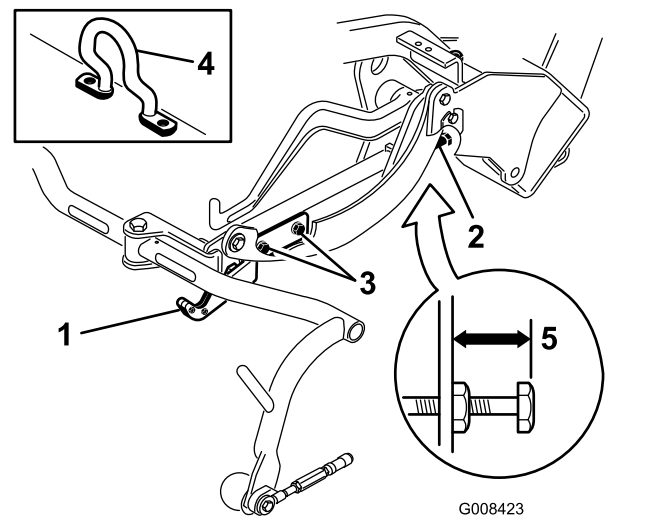
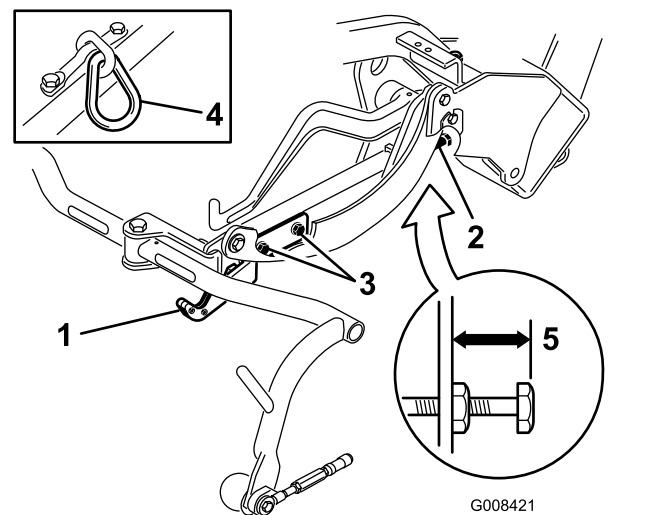
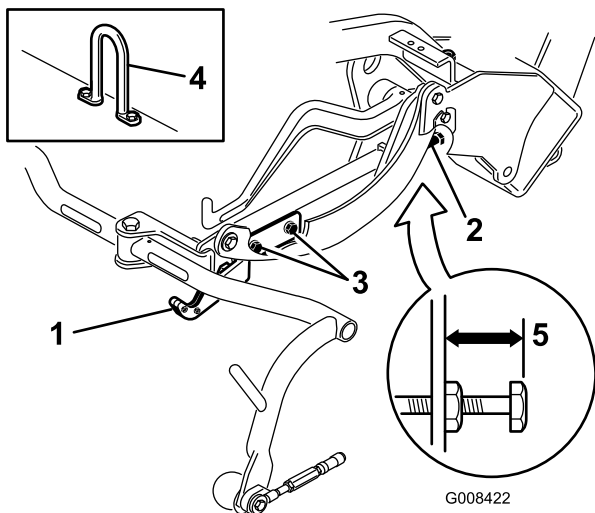

Bild 13
Bild 14
Bild 15
3. An Schneideeinheiten, die ein Kettenglied oder einen geraden Hubhaken haben (Bild 14 und Bild 15, Einsätze) müssen Sie darauf achten, dass der Abstand von der Oberkante der Einstellschraube am Trägerrahmen bis zur Rückseite des Trägerrahmens 22 mm beträgt. Sollte der Abstand nicht 22 mm sein, gehen Sie auf Schritt 4. Wenn die Schneideinheit mit einem Versatzhublenker (Bild 13) ausgestattet ist, gehen Sie auf den nächsten Schritt.
Prüfen Sie die Transporthöhe (Bild 14 und Bild 15) und stellen Sie diese ggf. ein.
2. An Schneideeinheiten, die einen Versatzhubhaken haben (Bild 13, Einsatz) müssen Sie darauf achten, dass der Abstand von der Oberkante der Einstellschraube am Trägerrahmen bis zur Rückseite des Trägerrahmens 25 mm beträgt. Sollte der Abstand nicht 25 mm sein, gehen Sie auf Schritt 4.
- Lockern Sie die Befestigungsschrauben an der Transportplatte (Bild 14, Bild 15 und Bild 13).
- Wenn die Trägerrahmen nicht dieselbe Höhe aufweisen, lösen Sie die Klemmmutter an der Einstellschraube des Trägerrahmens (Bild 13, Bild 14 und Bild 15). Drehen Sie die Schraube raus, um den Trägerrahmen anzuheben, oder drehen Sie die Schraube rein, um ihn abzusenken. Ziehen Sie die Klemmmutter wieder an, nachdem Sie die korrekte Höhe eingestellt haben.